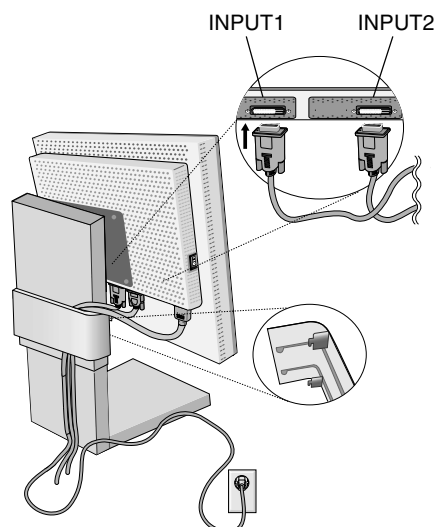

Figura C.1
3. Conecte el cable de señal DVI al conector por la parte posterior del monitor (**figura C.1**).
Recoja los cables y ocúlteles con la cubierta para cables. La cubierta para cables se puede montar en la parte frontal o la parte trasera del soporte inclinable (**figura C.1, C.2**).
4. Conecte un extremo del cable de alimentación a la entrada de corriente alterna de la parte trasera del monitor y el otro extremo a la toma de corriente (**figura C.1**).